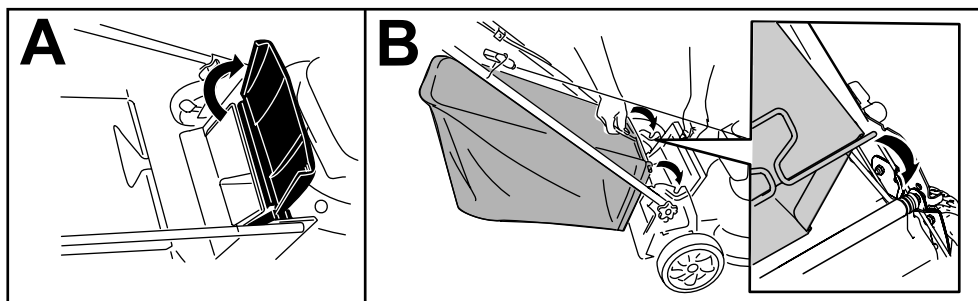

Figura 21
1. Sollevate il deflettore posteriore e tenetelo sollevato (A di Figura 21).
2. Montate il cesto di raccolta, accertandovi che i suoi perni siano inseriti nelle tacche presenti sulla stegola (B di Figura 21).